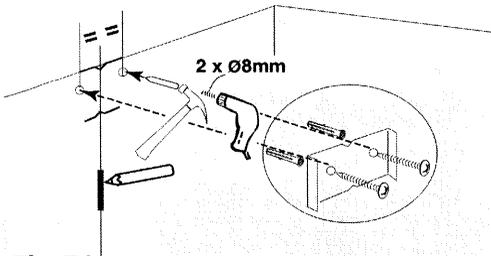

Fig. 7 / σχήμα 7
- Fixe contra a parede, apoiado ao tecto, o suporte da chaminé metálica (fig. 7).